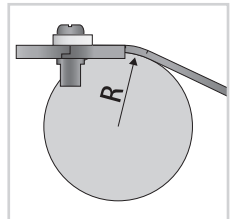

Abb. 7
- Um beim Schränken des Systemankers Brüche zu vermeiden, achten Sie darauf, die in der Tabelle angegebenen Radien nicht zu unterschreiten (Abb. 7). Der Biegeradius hängt von der Dicke des Materials ab (siehe Tabelle).